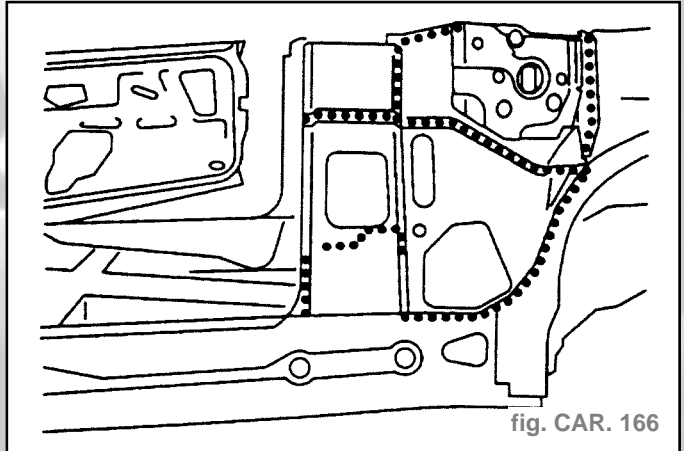

fig. CAR. 166
- Souder par points électriques (fig. CAR. 166).